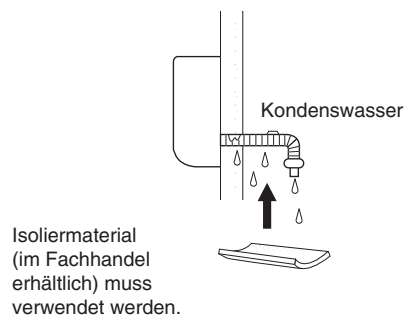

Abb. 3-36
- c) Wenn der Ablaufschlauch im Raum verläuft, ist er mit Isoliermaterial* zu versehen, damit Möbel und Böden nicht durch Kondenswasser beschädigt werden können. (Abb. 3-36)